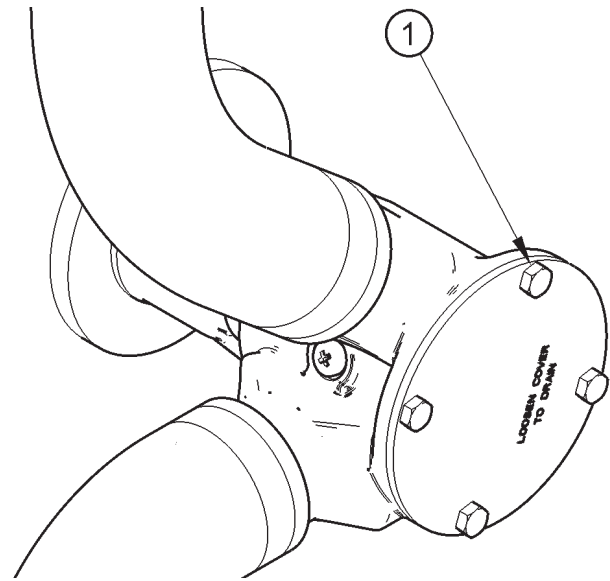

Figure 6
2. Desserrez les quatre vis (Figure 6, repère 1) qui fixent la plaque d'extrémité de la pompe à eau auxiliaire et déposez la plaque. De l'eau auxiliaire s'écoulera de la pompe lors du retrait de la plaque d'extrémité.